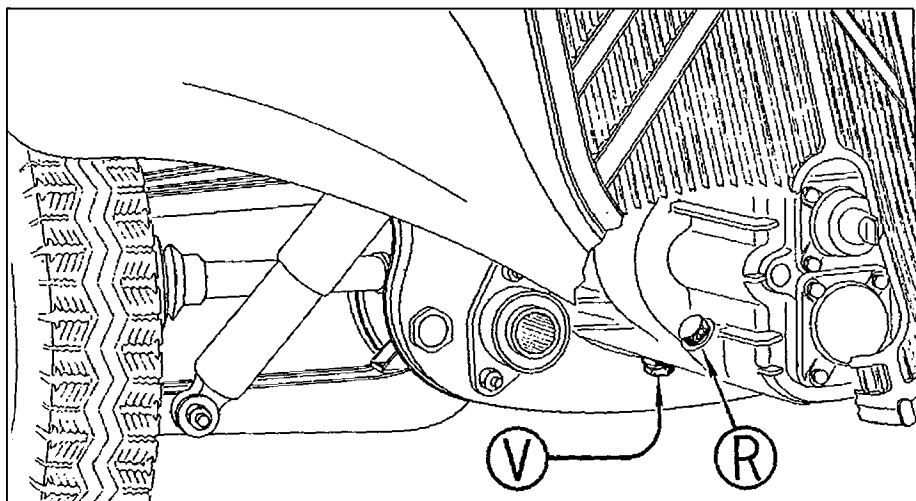

Fig. 18.
a) Vérifiez le niveau de l'huile dans la boîte : Dévissez le bouchon de remplissage R (fig. 18).
- a) de vidanger votre boîte de vitesses : bouchon en V (fig. 18) ;